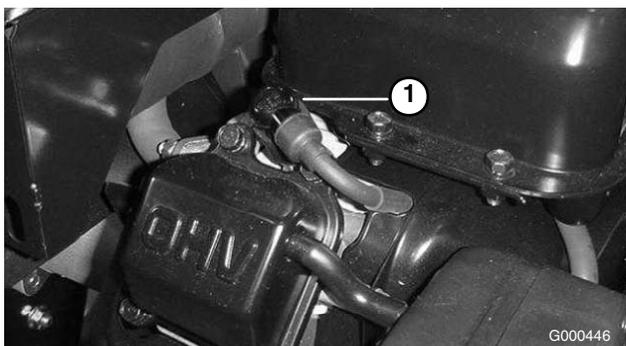

Figura 23
1. Retire o cabo da vela (Figura 23).